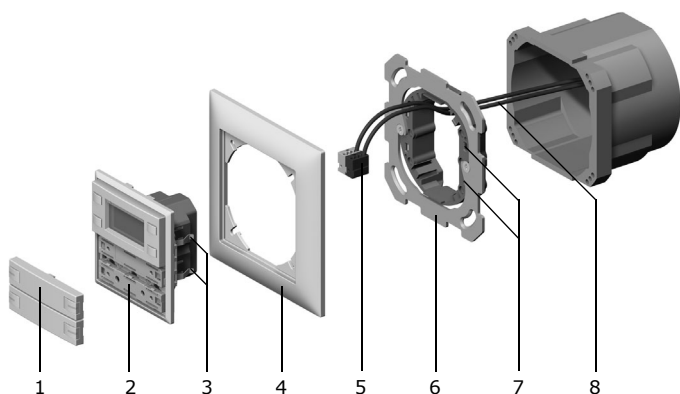

Fig. 1
1. Mantel der Busleitung (8, Fig. 1) ca. 25 - 35 mm abisolieren, ebenso die Busleiter ca. 5 mm abisolieren.
2. Busleiter an die EIB-Klemme (5) anschliessen (rot an "+" und schwarz an "-").
3. Montageaufnahme mit Haltering (6) in den Einlasskasten oder auf die Anschlussdose an der Wand montieren.
4. Busleitung (8) mit der EIB-Klemme (5) durch den Abdeckrahmen (4) führen und mit der Bedienoberfläche (2) verbinden.
5. Bedienoberfläche (2) mit Bedientasten (1) und Abdeckrahmen (4) so auf die Montageaufnahme (6) aufsetzen, dass die Haltefedern (3) der Bedienoberfläche in die Schlitze (7) des Halterings zu liegen kommen.
6. Bedienoberfläche (2) an die Montageaufnahme (6) andrücken, bis die Haltefedern (3) einrasten.
1. Dénuder la gaine de la ligne de bus (8, Fig. 1) sur 25 à 35 mm, dénuder également les conducteurs de bus sur environ 5 mm.
2. Connecter les conducteurs de bus à la borne EIB (5) (rouge sur "+" et noir sur "-").
3. Monter le support de montage avec bague de fixation (6) dans la boîte d'encastrement ou sur la boîte de raccordement au mur.
4. Faire passer la ligne de bus (8) avec la borne EIB (5) à travers le cadre (4) et la connecter à l'interface utilisateur (2).
5. Monter l'interface utilisateur (2) avec les touches de commande (1) et le cadre (4) sur le support de montage (6) de façon que les ressorts de maintien (3) de l'interface utilisateur se placent dans les encoches (7) de la bague de fixation.
6. Presser l'interface utilisateur (2) contre le support de montage (6) jusqu'à ce que les ressorts de maintien (3) s'enclenchent.
1. Spelare il cavo bus (8, fig.1) per circa 25 - 35 mm e il conduttore interno per circa 5 mm.
2. Collegare il conduttore al morsetto EIB (5) (rosso con "+" e nero con "-").
3. Montare la base (6) con l'anello di arresto nella scatola di raccordo o sulla presa a muro.
4. Introdurre il cavo bus (8) con il morsetto EIB (5) attraverso il telaio di copertura (4) e collegarlo al pannello di comando (2).
5. Applicare il pannello di comando (2) con i pulsanti di comando (1) e il telaio di copertura (4) sulla base (6) in modo che le linguette di ritegno (3) del pannello di comando si innestino negli interstizi (7) dell'anello di arresto.
6. Premere il pannello di comando (2) sulla base (6) fino a far innestare in sede le linguette di ritegno (3).